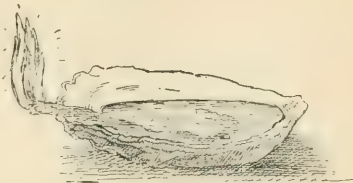

FIG. 42. — Lampe improvisée, formée d'une coquille d'huître.
34. — Prenons une coquille d'huître (fig. 42) ou de noix; mettons dedans de l'huile et une mèche de coton, et nous aurons une *lampe* que nous pourrons allumer.